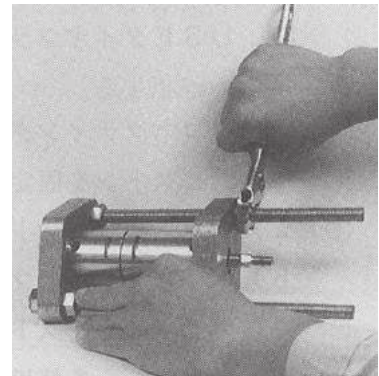

Fig.28
2) ロッドの押し込みが重い時や、ピストンがボンネットRのストッパーまで到達できない場合は、BFダイヤフラムの噛み込みが原因ですので④からやり直して下さい。
- ⑧ 締め付け治具で、シリンダの各継目が密着するまで（即ち、ボンネットと内部シリンダのロックリング溝がそれぞれ互いに一致する位置まで）シリンダの両端面を平行に圧着する (Fig.28)